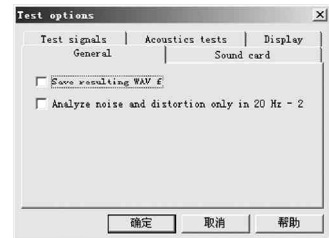

图5 Test Options
- Test options:测试相关选项,在该选项中我们可以选择设置是否使用声卡 WDM 驱动、选择测试音频信号、选择最终结果输出方式等高级选项(图5)。对于普通用户,笔者推荐采用软件默认值。